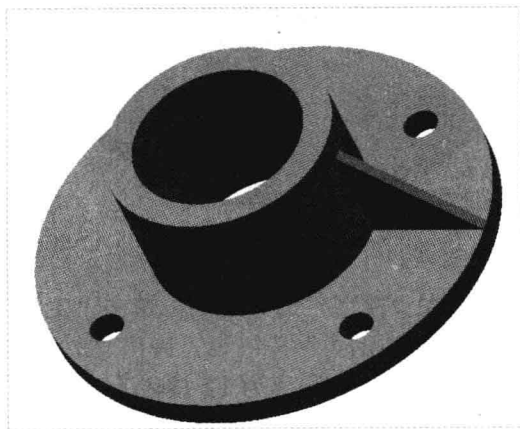

图 17-11 创建轮廓筋特征
Step 02 单击“关闭”面板中的“确定”按钮, 完成截面绘制并退出草绘环境，返回“轮廓筋”选项卡，在“输入筋厚度值”数值框中输入 4，单击“应用并保存在工具中所做的所有更改，然后关闭工具操控板”按钮, 完成轮廓筋特征的创建，如图 17-11 所示。